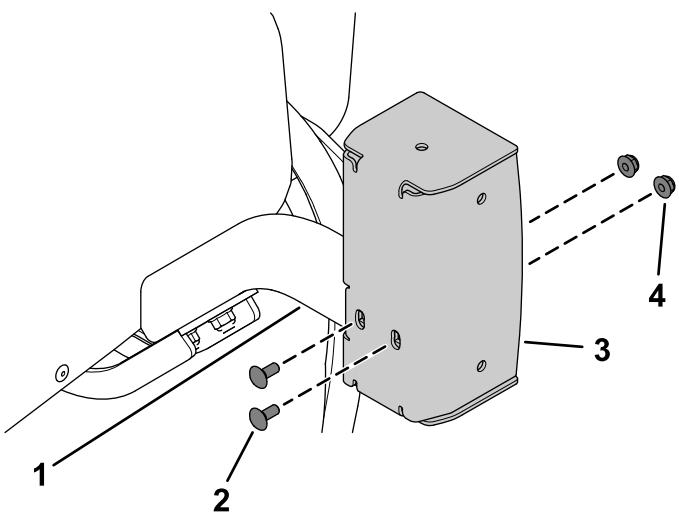

Figura 24
4. Fije la carcasa de la luz izquierda y la carcasa de la luz derecha al bastidor corto izquierdo y al bastidor corto derecho con 4 pernos de cuello cuadrado ( $\frac{1}{4}'' \times \frac{5}{8}''$ ) y 4 contratuerzas ( $\frac{1}{4}''$ ), tal y como se muestra en la Figura 24.